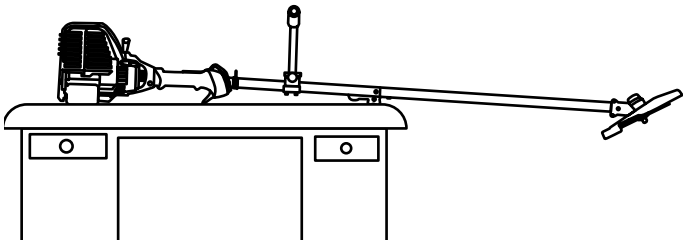

Fig. 40
2. Placez la machine sur une surface plane avec le bouclier de la tête de coupe pendant d'un banc de travail ou d'une table pour obtenir une lecture correcte du niveau d'huile (Fig. 40).